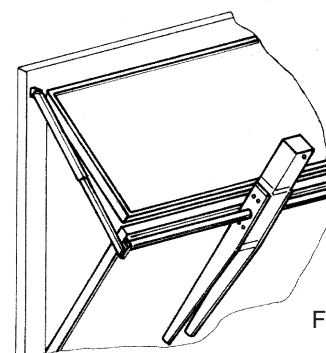

Fig. 6
D) Basculante abisagrada con marco (Fig. 6)